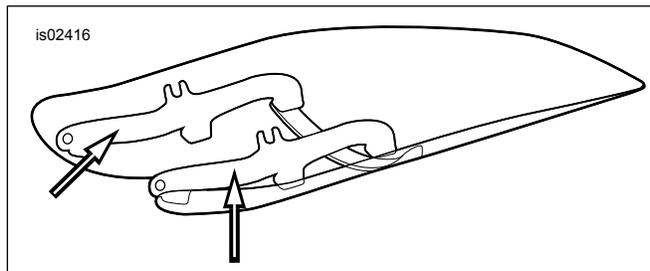
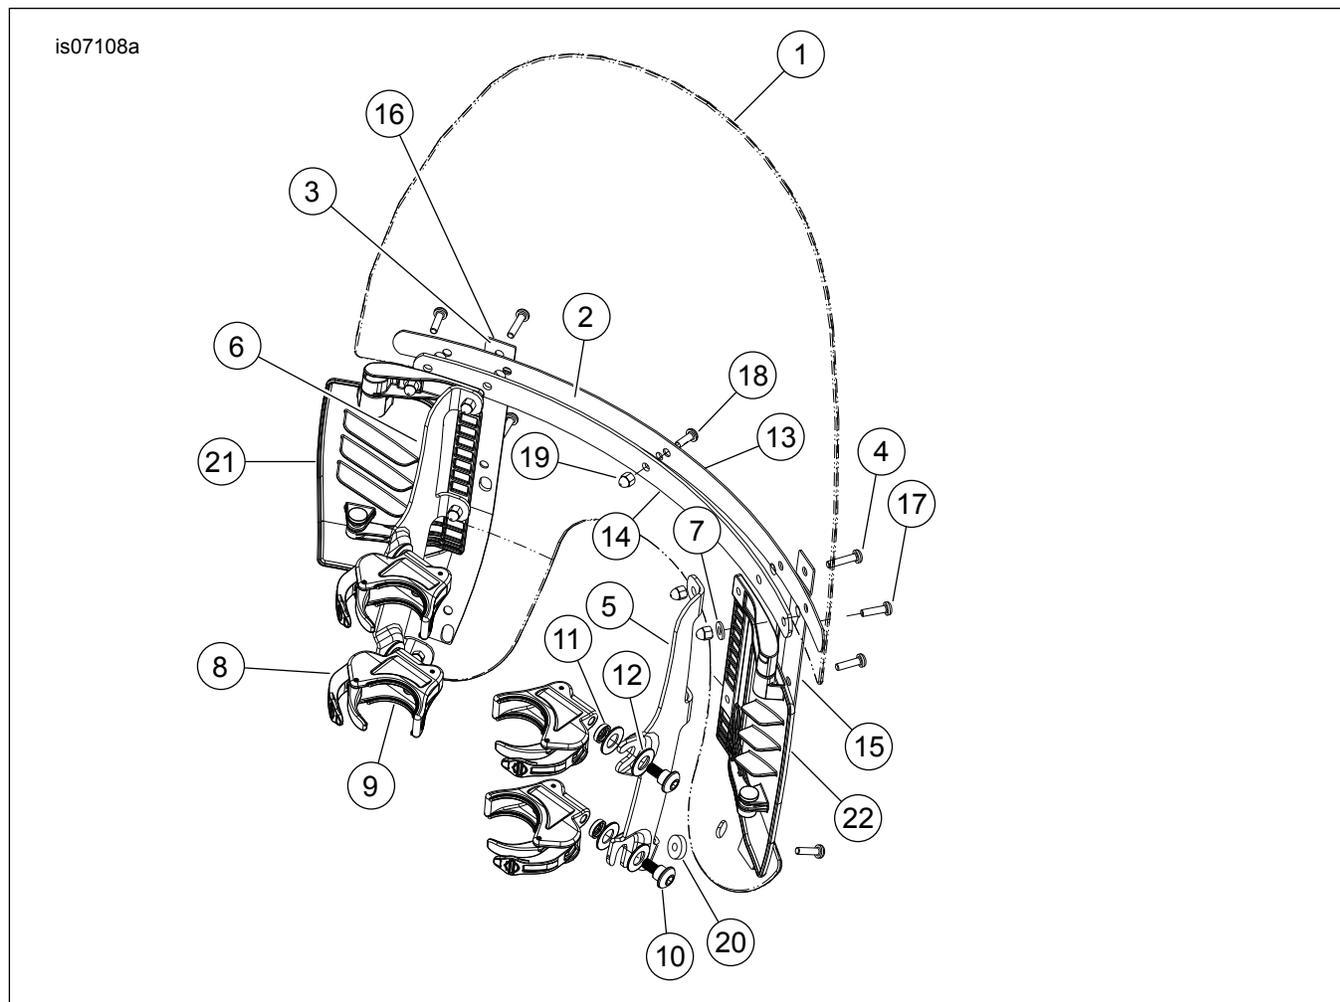

Figura 1. Piezas de soporte de montaje del parabrisas
Figura 3. Piezas de servicio: Parabrisas desmontable con ventilación
1. Vea Figura 1. Extraiga el subconjunto del parabrisas del empaque y colóquelo hacia abajo sobre una superficie limpia y suave con las piezas de soporte del soporte hacia arriba.
2. Vea Figura 1, Figura 2 y Figura 3. Extraiga del empaque los kits de abrazaderas y elementos de sujeción, y separe las piezas similares para preparar el armado.